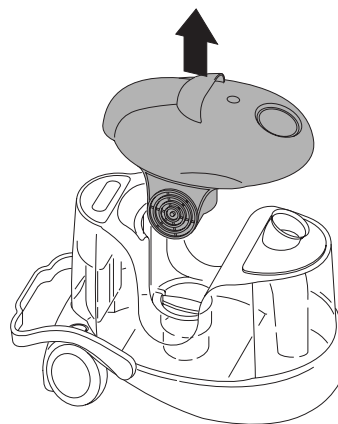

fig. 2
- Verwijder het deksel van de motor **F** (fig. 2).